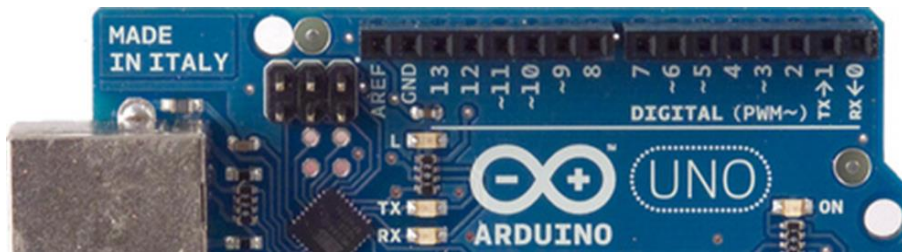

Fig. 4 Detalle de la tarjeta Arduino UNO mostrando los conectores de entrada y salida digital.
La tarjeta Arduino cuenta con un bloque de conexiones para señales digitales. Estas conexiones están numeradas del 0 al 13 y se muestran en la Fig. 4. Cada una de estas 14 líneas puede configurarse para funcionar como entrada o salida. Una señal digital es aquella que solo puede tener dos valores: encendido o apagado, justo como funciona un foco en una lámpara común. Una entrada digital puede utilizarse para detectar si fue presionado un botón, y una salida digital puede utilizarse para activar una sirena de alarma. El estado de encendido o apagado se puede asignar indistintamente a los números '0' y '1' de un sistema binario. En el caso de la tarjeta Arduino UNO, estos estados están representados por niveles de voltaje. Por ejemplo, en tarjetas cuyo microcontrolador opera a 5 V, los voltajes cercanos a 5 V pueden representar encendido, y los valores cercanos a 0 V apagado.
En la Fig. 4 también se observa que algunas terminales de conexión llevan una tilde ' ~ ' junto al número de conexión. Esta tilde identifica a las conexiones que pueden generar una señal PWM (Pulse Width Modulation), la cual es una señal cuadrada que se puede usar para, por ejemplo, controlar la velocidad de un motor. Una explicación breve de estas señales se proporciona en el apéndice B. Las conexiones 0 y 1 tienen una etiqueta RX y TX respectivamente y señalan a las líneas que se utilizan para transmitir (TX) y recibir (RX) información por el puerto USB. En general y para evitar conflicto con el puerto USB, omitiremos el empleo de estas dos líneas de conexión digital. La línea 13 tiene conectado un LED montado en la tarjeta Arduino UNO, por lo que también evitaremos su conexión.